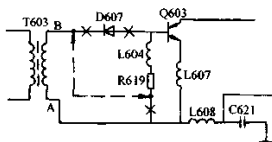

图 5-49 索尼 KV—2000CH 型彩色电视机的开关电源调整电路
7) 代换实例之三。如图 5-49 所示是索尼 KV—2000CH 型彩色电视机的开关电源调整电路，用晶体管代换 GTO 管 (Q603) 时，拆除二极管 D607，还应将电阻 R619 与 T603A 相连端的一端拆下，改焊至 B 端，见图中的虚线所示。